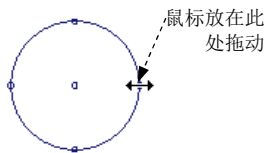

图 4.3.11 更改圆直径
Step1. 单击选中需要修改的圆，如图 4.3.11 所示。
Step2. 将鼠标指针移至图 4.3.11 所示的位置，按住鼠标左键拖动至所需大小。
Step1. 单击选中需要修改的圆，如图 4.3.11 所示，将鼠标指针置于图元上右击，在弹出的图 4.3.12 所示的快捷菜单中选择 **编辑直径值** 命令。